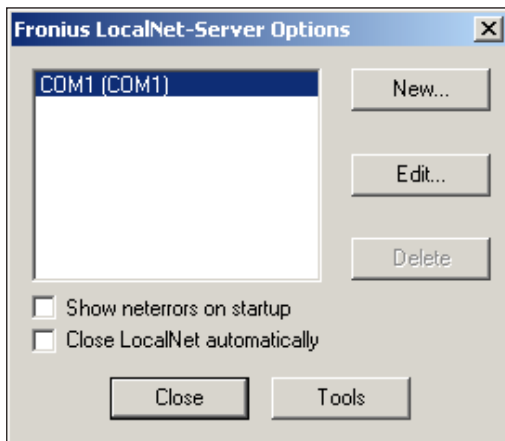

Fig.2 Dialog box „Fronius LocalNet-Server options“
11. Click „Finish“ in the „Fronius LocalNet-Server options“ dialog box (Fig.2)